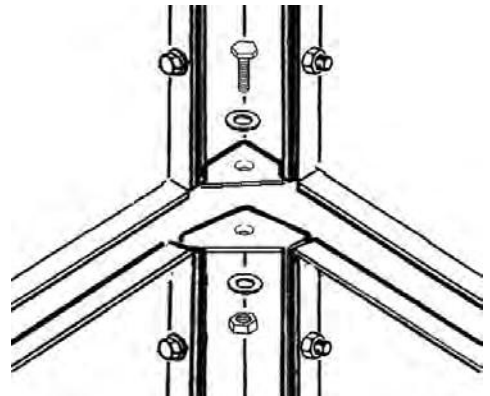

Abb. 4
b) Die Maschineneinheit auf das Grundgestell montieren (Abb. 4)